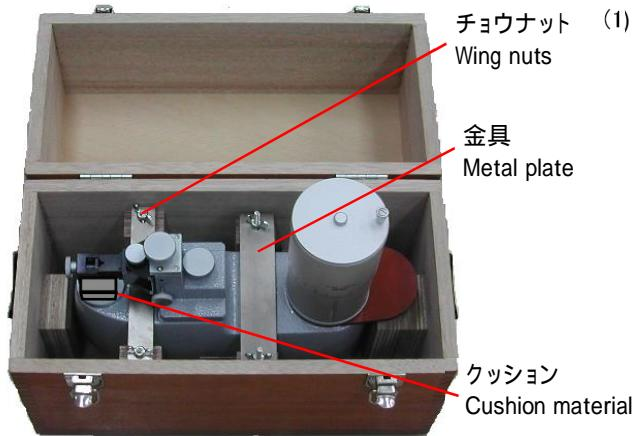

Fig.1
(1)木箱を開けると本体は2枚の金具で固定されています。チョウナットで固定されていますのでそれをゆるめ、金具を外すと、本体は上方に抜く事ができます。Fig.1 参照 この木箱、金具、チョウナット及びクッションは再運搬の際に必要となりますので保管して下さい。
(1) Open the housing box and unscrew wing nuts to remove the two metal plates instrument in the box (Fig.1). This housing box, metal plates, wing nuts and cushion material should be used when transporting the Calibration Tester.